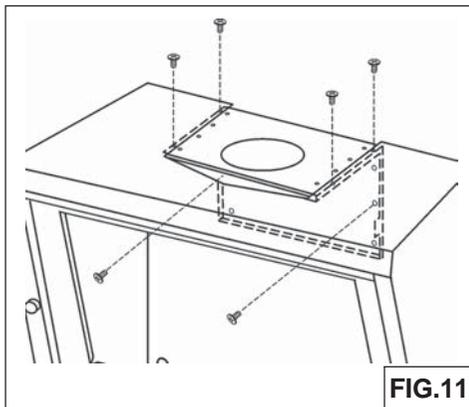

FIG.11
1. Retirez la plaque du moteur en dévissant (6) vis (Fig.11).